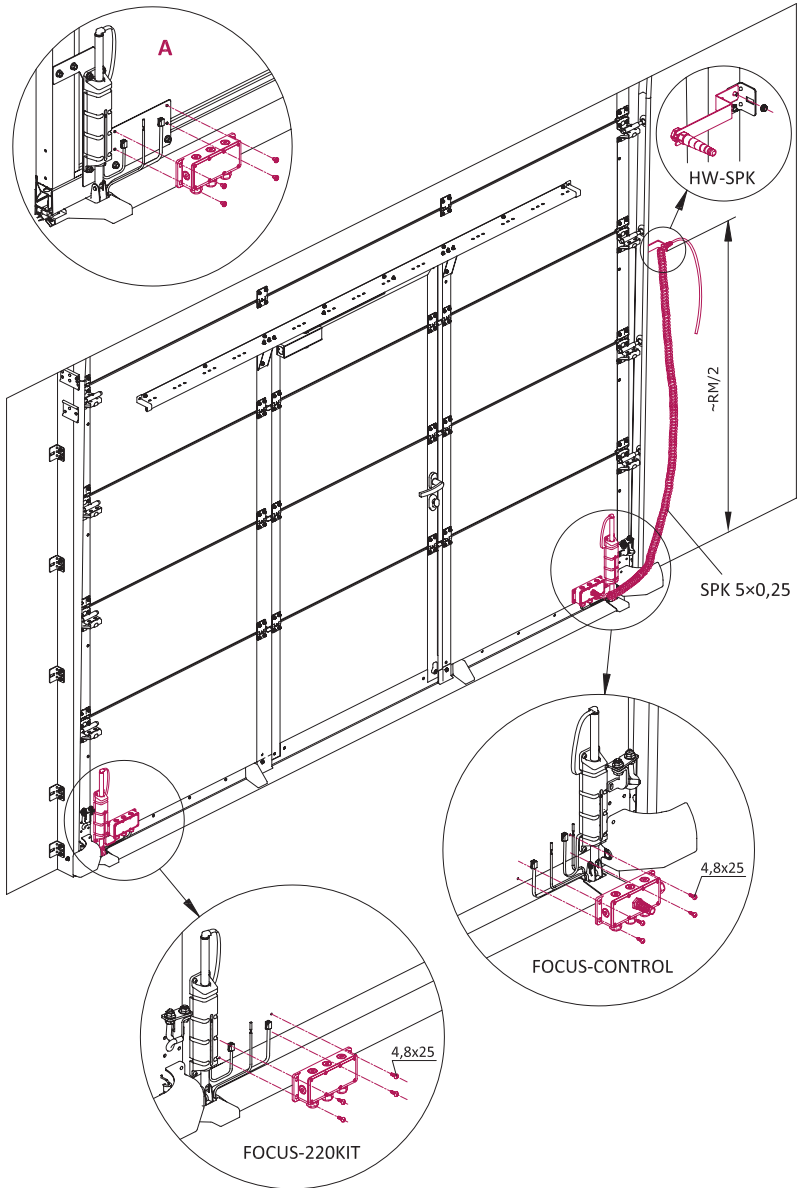

Fig. 2 — Installation des kits **FOCUS-210** et **FOCUS-220KIT**
2. Installez les boîtes des kits **FOCUS-210 (FOCUS-CONTROL)** et **FOCUS-220KIT** (fig. 2) sur le tablier des portes en panneaux sandwich à l'aide de vis 4,8x25 (8 pièces sont fournies avec les portes). Pour déterminer l'emplacement des boîtes sur le tablier des portes, deux trous sont réalisés en usine.
Si la section inférieure du tablier est panoramique, les boîtes sont installées sur les plaques d'acier préinstallées (fig. 2, vue A) à l'aide de vis M5x8 (8 pièces sont fournies avec les portes).
3. Installez le support **HW-SPK** (fig. 2) à l'extérieur du profil d'angle du système de guidage des portes, pas plus bas que le milieu de l'ouverture des portes (environ **RM/2**).
4. Faites passer l'extrémité courte du câble spiralé **SPK 5x0,25** (fig. 2) à travers l'entrée de câble spéciale de la boîte **FOCUS-CONTROL**, puis l'extrémité longue à travers l'entrée de câble du support **HW-SPK**.